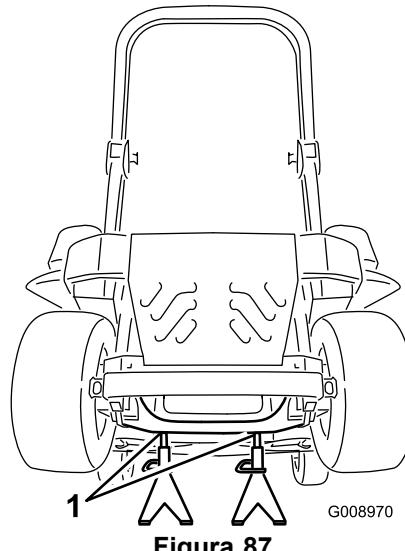

Figura 87
3. Levante la máquina y apóyela sobre soportes fijos (Figura 87).
9. Retire los soportes y baje la máquina (Figura 87).